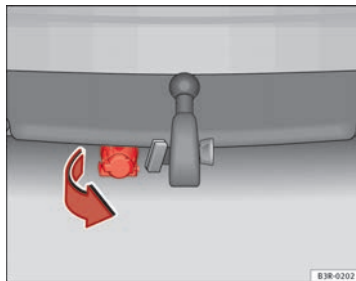

Fig. 169 Parachoques trasero: Pivotar hacia abajo la toma de corriente para el remolque
- Bascule hacia abajo la toma de corriente que se encuentra bajo el parachoques para conectar los cables del remolque ⇒ fig. 169.